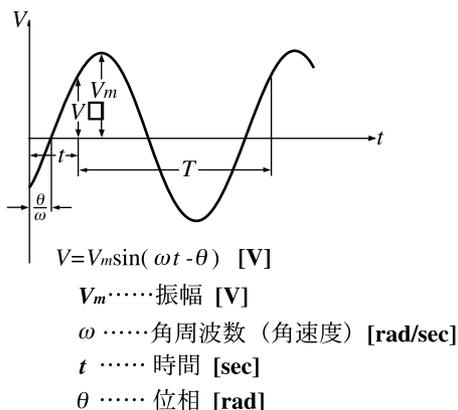

図 9
1. 交流回路の解説 交流波形の基本は図 9 のような正弦波である。それを特徴づける基本量は振幅と周波数である。周波数は、1 秒間に何回その電流の向きが変わるかを示す量で、単位は Hz (ヘルツ) で表わされる。家庭用 100V 電灯線も 50~60Hz の交流である。100V といっても、瞬間的には最大で 141V の電圧になる。これは抵抗器に交流電圧をかけた時に直流と同じ取扱いができるように、電力の時間平均が直流と同じになるような換算をするためである。これを実効値と言ひ、通常はすべてこれを用いて表現する。電流も同様に定義されている。従って 100V の交流電圧を 100Ω の抵抗器にかけると、1A の交流電流が流れ、100W の電力を消費すると計算することができる。